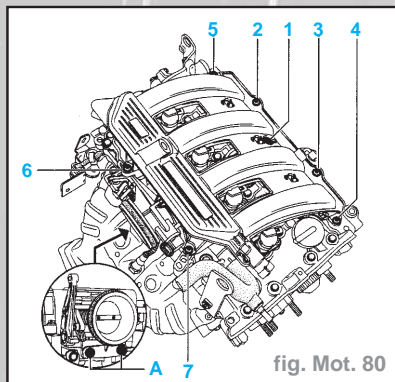

fig. Mot. 80
• le répartiteur d'admission (équipé de joints neufs) en le serrant au couple de **0,9 daN.m** et dans l'ordre préconisé (fig. Mot. 80)